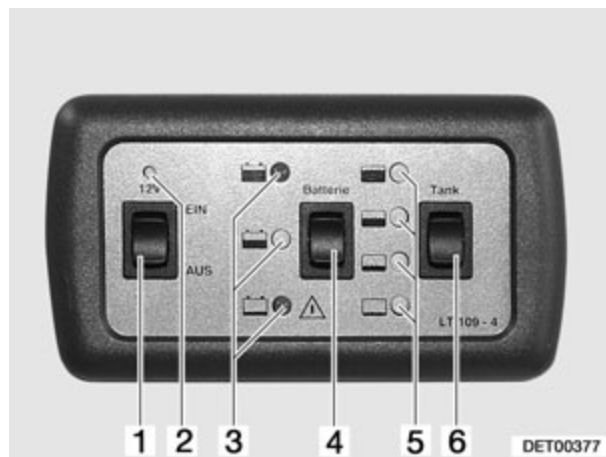

Fig. 81 Panneau de contrôle (Pack Autarcie)
L'interrupteur principal 12 V (Fig. 81,1) établit ou coupe l'alimentation 12 V de l'espace habitable.
- Pousser le commutateur à bascule (Fig. 81,1) vers le haut : l'alimentation 12 V de la cellule est assurée. Le voyant de contrôle vert (Fig. 81,2) s'allume.
- Pousser le commutateur à bascule (Fig. 81,1) vers le bas : l'alimentation 12 V de la cellule est coupée. Le voyant de contrôle (Fig. 81,2) s'éteint.
L'état de charge de la batterie de cellule peut être consulté avec le commutateur à bascule "Batterie" (Fig. 81,4).
- Appuyer sur le commutateur à bascule. Le voyant de contrôle rouge, jaune ou vert (Fig. 81,3) s'allume.
Le niveau de remplissage du réservoir d'eau peut être consulté avec le commutateur à bascule "Tank" (réservoir) (Fig. 81,6).
- Appuyer sur le commutateur à bascule (Fig. 81,6) : un des voyants de contrôle (Fig. 81,5) s'allume.
Le bloc électrique travaille uniquement en liaison avec le panneau de contrôle (Fig. 81).